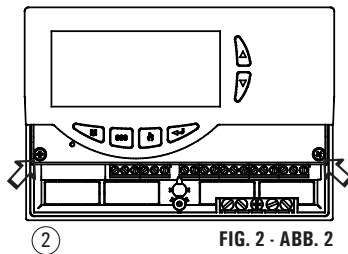

FIG. 2 - ABB. 2
2. Togliere le 2 viti indicate e separare la calotta con l'elettronica applicata dalla base (FIG. 2)
Remove the two screws shown in the drawing, then remove the whole body from the base (FIG. 2)
Nehmen Sie die 2 angegebenen Schrauben weg und trennen Sie die Kappe mit der auf Untergestell angebrachten Elektronik (ABB. 2)